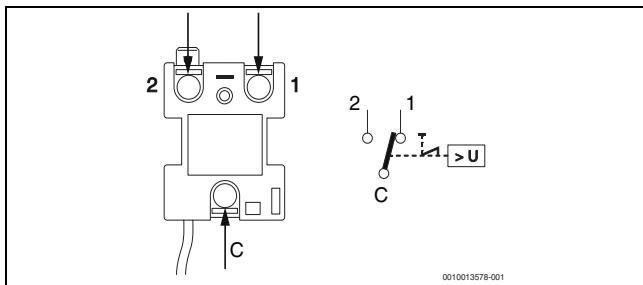

Fig. 17 Raccordement du limiteur de température de sécurité
- ▶ Brancher les fils de l'ancien thermostat sur le nouveau thermostat (→fig. 17)